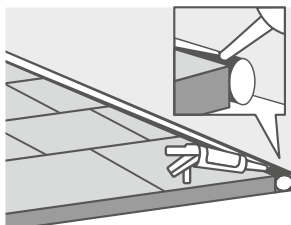

Рисунок 4
- 9.2 Распорные клинья извлечь и проверить отсутствие мусора в зазорах. В расширительные зазоры у стен, вокруг трубопроводов, в дверных проёмах и других неподвижных элементов конструкций сантехнических помещений уложить шнур из вспененного полиэтилена диаметром 3–6 мм. Затем заполнить зазоры полностью санитарным водостойким, нетвердеющим, эластичным герметиком, совместимым с ПВХ-материалами. Шнур должен быть полностью покрыт герметиком (см. Рисунок 4). Не допускается при укладке плавающим способом фиксировать или приклеивать Art Vinyl Click к основанию герметиком. После высыхания герметика расширительные зазоры у стен закрыть декоративным плинтусом или накладными элементами.